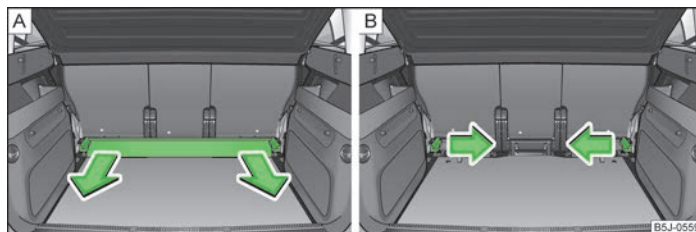

Fig. 52 Portbagajul: scoaterea șinei transversale / scoaterea penelor de fixare
- Prindeți șina de susținere transversală » fig. 52 - **A** și extrageți-o prin tragere în sensul săgeții.
- Prindeți pana de fixare » fig. 52 - **B** și extrageți-o prin tragere în sensul săgeții. Pentru demontarea penei de fixare de pe cealaltă parte a portbagajului, procedați în același mod.